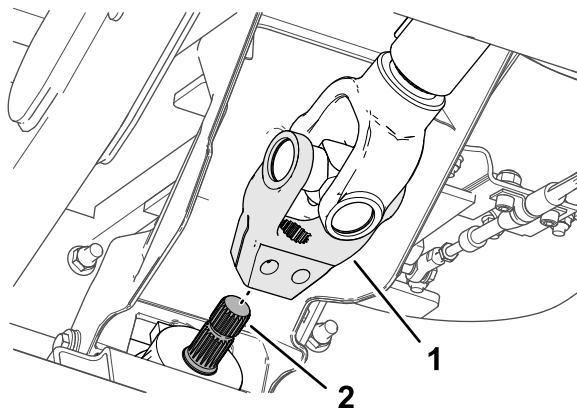

Figura 16
4. Allineate le scanalature nella forcella dell'albero di trasmissione sulle scanalature dell'albero di ingresso dell'attrezzo (Figura 16), e fate scorrere la forcella sopra l'albero.